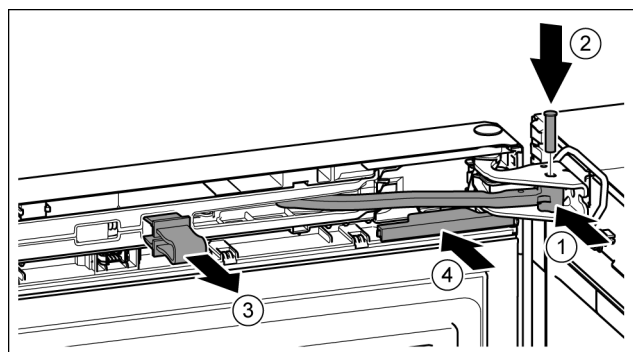

Fig. 48
- ▶ Повернуть шарнир в опорном кронштейне. Fig. 48 (1)
- ▶ Вставить палец в опорный кронштейн и шарнир. При этом следить за тем, чтобы выступ фиксатора занимал правильное положение в пазу. Fig. 48 (2)
- ▶ Снять предохранитель. Fig. 48 (3)
- ▶ Надвинуть крышку. Fig. 48 (4)